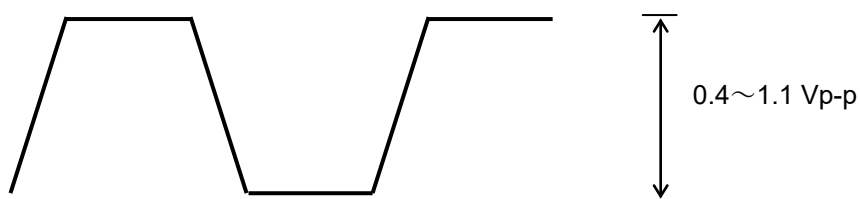

図6.3.6-2 サンプリングオシロスコープで測定された波形例
4. サンプリングオシロスコープのアベレージング機能を使い測定し、測定された波形のレベルが図 6.3.6-2に示す範囲に収まっていることを確認してください。